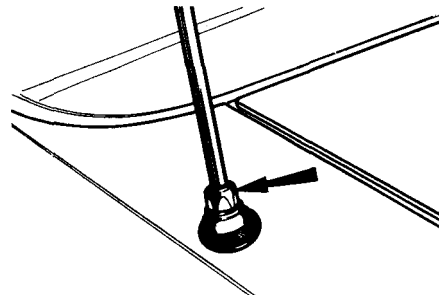

Рис. 10.95. Верхняя гайка крепления антенны.
- Открутите верхнюю гайку крепления антенны (рис. 10.95). Сняв гайку, не пользуйтесь антенной.